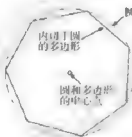

图 3-58
(2) “内接于圆(I)”参数选项: 主要作用是使系统以内接于圆的方式绘制多边形, 如图 3-58 所示。